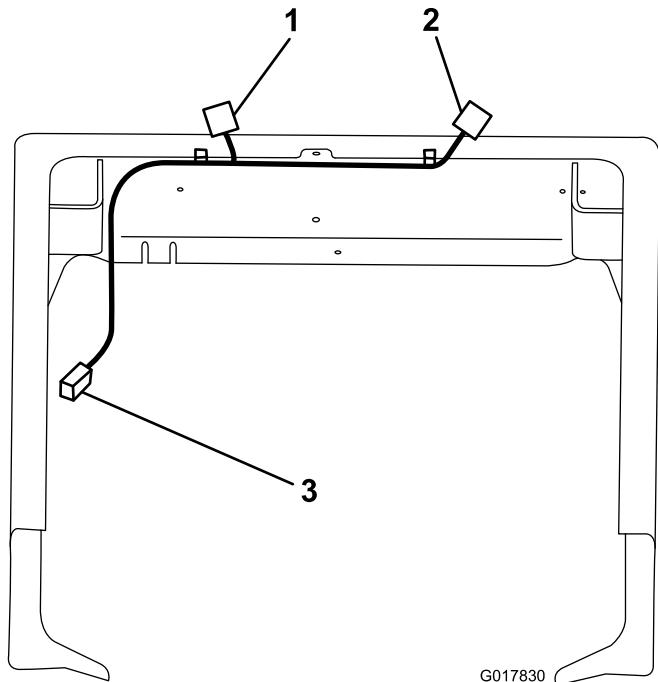

Figura 15
- Coloque a cablagem traseira como se mostra em Figura 15. Tenha em atenção que a cablagem de maior comprimento que termina com um conector plano de quatro pinos para as luzes traseiras deve ser encaminhado para a luz traseira esquerda.
- Prenda a cablagem traseira à máquina utilizando 2 clipe de cintas de cabos de plástico na cablagem (Figura 15).
- Ligue os conectores das luzes traseiras esquerda e direita (planos, quatro pinos) aos conectores correspondentes, que vêm das luzes traseiras (Figura 15).
4. Encaminhe a cablagem traseira restante para a frente, juntamente com a cablagem principal existente no veículo no lado direito da máquina (Figura 15).
5. Localize o conector na cablagem principal do veículo rotulada “BRAKE AND SIGNAL LIGHT KIT” (KIT DE LUZES DE TRAVÃO E DE SINALIZAÇÃO) e ligue-o ao conector da extremidade da nova cablagem (Figura 15).
6. Prenda a cablagem à cablagem principal existente do veículo ao longo da estrutura com cintas de cabos (Figura 15).